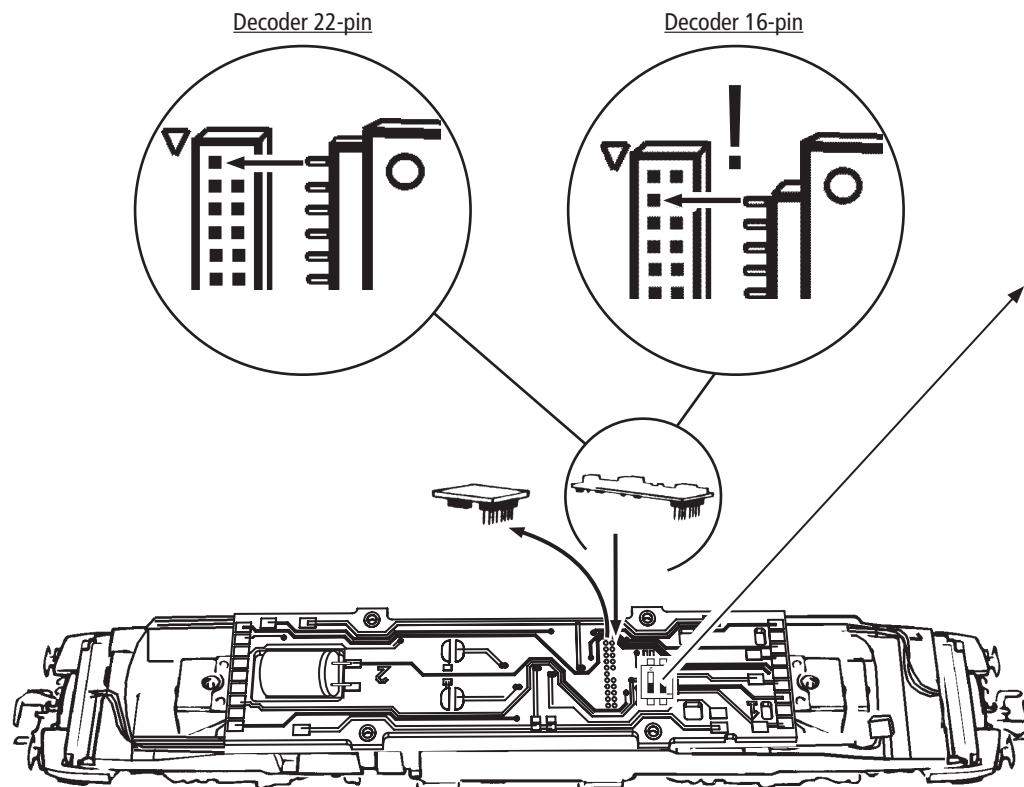
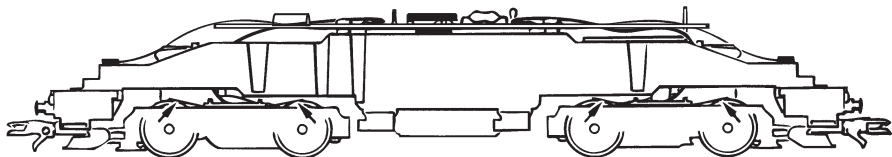

Fig. 7
Fig. 4
2. Schmierung: Versehen Sie die im Schmierplan in Fig. 7 gekennzeichneten Stellen mit nur **kleinen Öltropfen**. Dazu zuerst das Lokgehäuse abnehmen (Fig. 4). Wir empfehlen den **ROCO Öler Art.-Nr. 10906**. Fürs Schmieren der Getriebeteile (Zahnräder, Schnecke) empfehlen wir das **ROCO-Spezialfett Art.-Nr. 10905**. Im Falle der Schmierung diese Teile **nicht ölen**.
Mehrzugbetrieb: Zuerst Lokgehäuse abnehmen (Fig. 4). Danach den Brückenstecker aus der Schnittstelle entfernen (diesen sorgsam aufbewahren). Danach den Stecker des Decoders lage-richtig einsetzen (Fig. 6).
4. Kohlebürstenwechsel: Lokgehäuse abnehmen (Fig. 4). Danach wird der Motor ausgebaut und die Kohlebürsten ausgewechselt (Fig. 8).
2. Lubrication: Apply **tiny oil drops** to spots marked in fig. 7. Prior to lubrication dismantle locomotive (fig. 4). We recommend using item no. **10906, Roco oiler**. For lubrication the gearparts (e.g. cogwheels, worm) we would recommend our Roco **special grease** (item no. **10905**).
4. Carbon Brush Changing: First remove loco body (fig. 4), and then the motor (fig. 8).
2. Graissage: N'appliquez **qu'une tout petite goutte** aux endroits indiqués par le plan de graissage (fig. 7) après avoir démonté la caisse de la locomotive (fig. 4). Nous vous recommandons le **graisseur à huile Roco réf. 10906**. Pour graisser les engrenages (roues dentées, vis sans fin) nous vous conseillons la **graisse spéciale Roco réf. 10905** pour engrenages en matières synthétiques. Lorsque vous utilisez cette graisse il faut éviter d'huiler ces composants.
4. Remplacement des balais du moteur: Démontez la caisse (fig. 4). Démontez ensuite le moteur et échangez le balais (fig. 8).